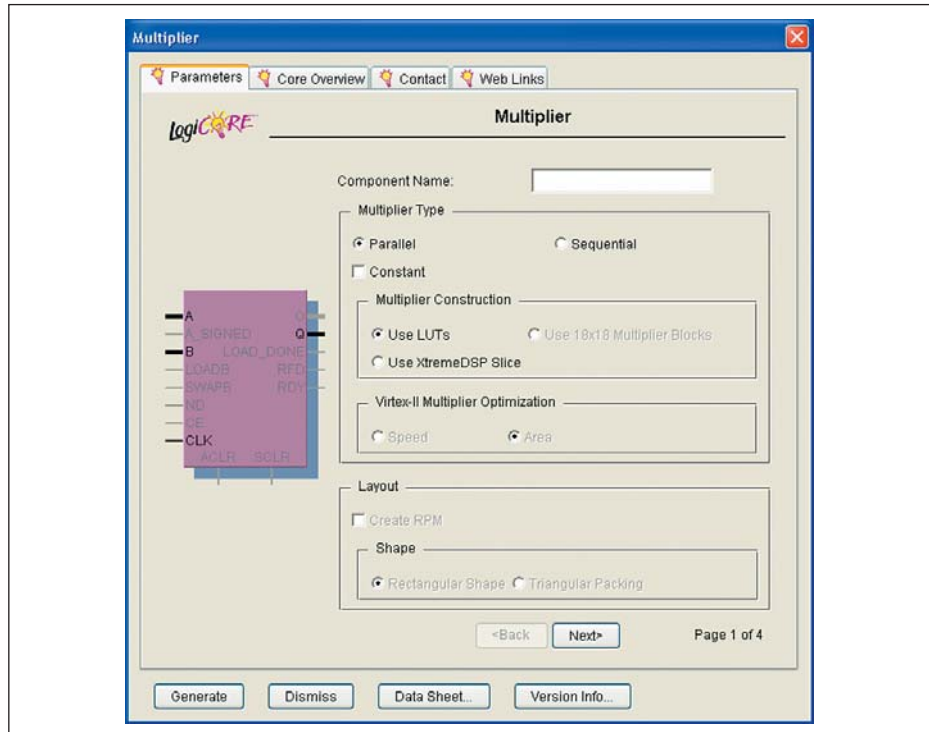

Рис. 49. Страница Parameters стартовой диалоговой панели «мастера» настройки параметров ядра умножителя Multiplier Generator версии v7.0
*Parameters* этой диалоговой панели показан на рис. 49.
Для генерации описаний элементов, выполняющих умножение входных данных на некоторое заданное значение (коэффициент), следует установить в состоянии «Включено» индикатор *Constant*, который также находится во встроенной панели *Multiplier Type* (рис. 49). Умножители входных данных на заданные коэффициенты часто применяются при разработке устройств цифровой обработки сигналов.
При использовании аппаратных 18-разрядных блоков умножения *Multiplier Blocks* для реализации создаваемого умножителя можно выбрать один из двух критериев дополнительной оптимизации. Выбор осуществляется с помощью двух кнопок с зависимой фиксацией *Virtex-II Multiplier Optimization*, которые также расположены во встроенной панели *Multiplier Type* (рис. 49). При нажатой кнопке *Speed* критерием оптимизации является достижение максимального быстродействия умножителя. Если в нажатом состоянии находится кнопка *Area*, то в качестве критерия оптимизации выбирается минимизация используемой области кристалла.
Выбор формы представления описания создаваемого умножителя для последующей реализации производится с помощью индикатора состояния *Create RPM* и группы кнопок с зависимой фиксацией *Shape*, расположенных во встроенной панели *Layout* (рис. 49). Чтобы сгенерировать описание умножителя в виде макроса с относительным размещением, нужно установить индикатор *Create RPM* в состояние «Включено». При этом становится доступной группа кнопок *Shape*, которые позволяют выбрать форму топологии элементов создаваемого макроса в кристалле. Когда в нажатом состоянии зафиксирована кнопка *Rectangular Shape*, форма топологии элементов генерируемого макроса близка к прямоугольной. В такой форме элементы макроса располагаются достаточно свободно. Более высокую плотность размещения элементов макроса можно получить, переключив в нажатое состояние кнопку *Triangular Packing*. Следует обратить внимание на то, что при формировании описаний последовательных умножителей в виде макросов с относительным размещением во включенное состояние автоматически переводится кнопка *Triangular Packing*.